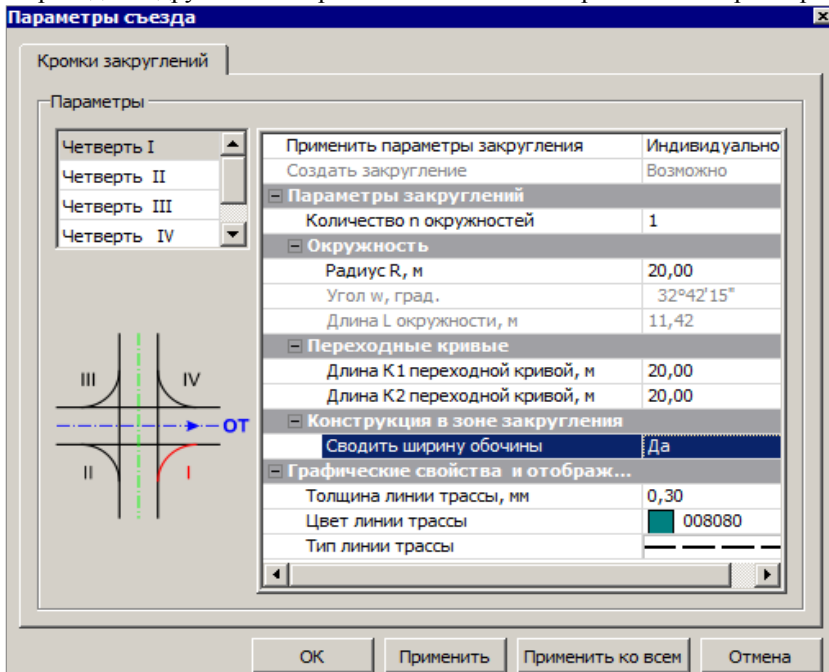

Рис. 26.26
- **Параметры съезда.** По кнопке **Выбор**  открывается диалоговое окно **Параметры съезда**. В нём можно изменить геометрические параметры и настройки графического отображения кромок закруглений (КЗ), а также уточнить конструкцию обочин в зоне закруглений (рис. 26.26).
- Применить параметры одной из четвертей для всех остальных можно при помощи кнопки **Применить ко всем** (рис. 26.26).
факторов, в том числе и от параметра **Сводить ширину обочины** (рис. 26.26).
2. Параметр **Сводить ширину обочины** = *Да* или *Нет* (рис. 26.26).